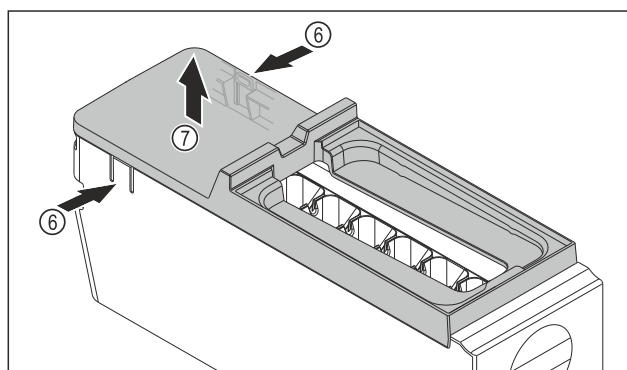

Fig. 137
- ▶ Vyjmutí krytu korpusu EasyTwist-Ice: Lamely Fig. 137 (6) na obou stranách korpusu EasyTwist-Ice stlačte jednou rukou.
- ▶ Kryt Fig. 137 (7) vyjměte druhou rukou nahoru.